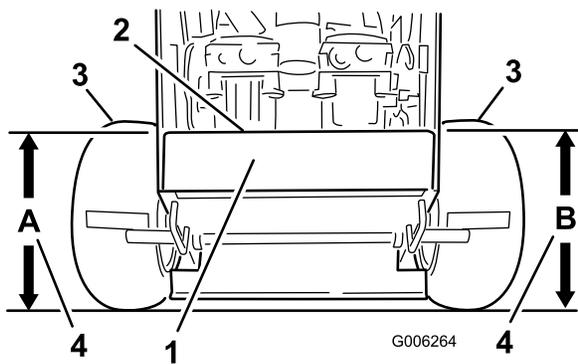

Figura 70
4. Mida la altura de la plataforma del motor en la posición **A** (Figura 70).
5. Mida la altura de la plataforma del motor en la posición **B** (Figura 70).